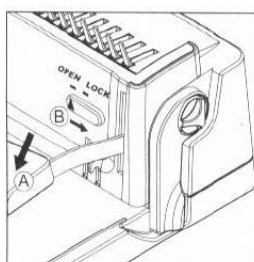

BILD 10
- Den Hebel für Stanzen nach unten drücken und mit der Sperre nach rechts drehen. Sodass der Hebel in der unteren Position eingerastet ist. (siehe Bild 10)